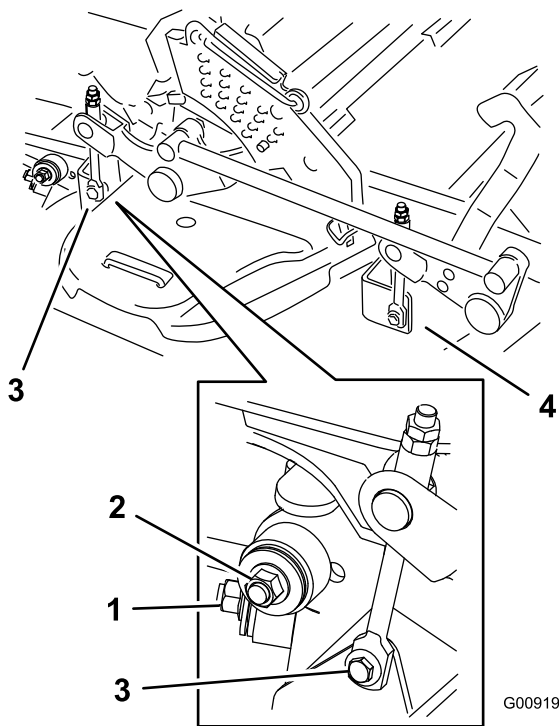

Figura 103
8. Retire y guarde los herrajes de ambos lados de la carcasa, según se muestra en Figura 103.